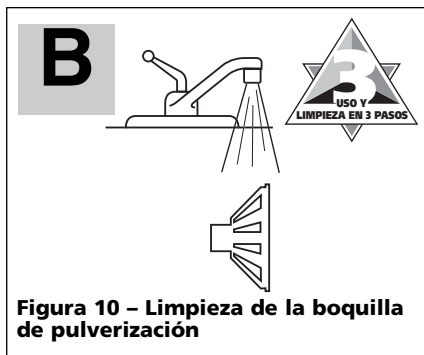

Figura 10 – Limpieza de la boquilla de pulverización
- Retire la boquilla de pulverización del cuerpo de la pistola. Quite la válvula de remolinos y limpie ambos artículos con agua o con el solvente de limpieza adecuado según lo recomendado por el fabricante de la pintura (vea la figura 10).